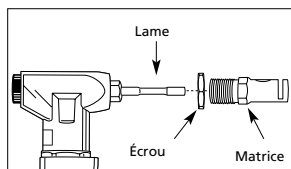

Figure 3
3. Enlever la matrice et l'écrou mince de l'outil (Figure 3).